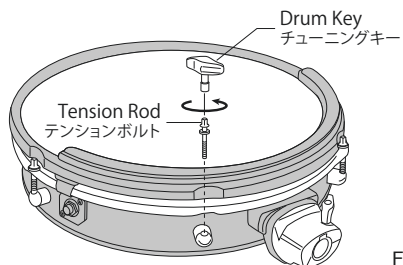

Fig. 16
1. Remove all Tension Rods (Fig. 16).
チューニングキーでテンションボルト（6本）を取り外します（Fig.16）。